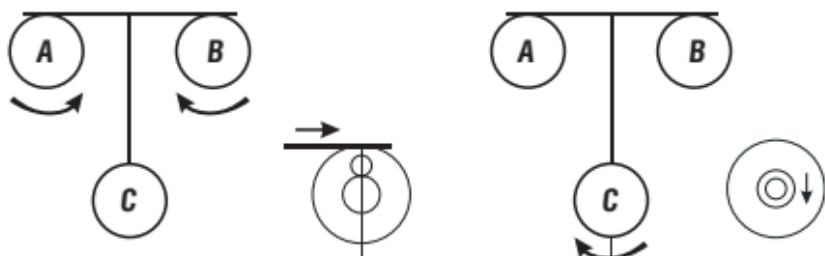

Рисунок 3
- б) Подъемными винтами А, В, С установите пузырек в центр. Одновременным вращением винтов А и В переместите пузырек вправо. Вращением винта С переместите пузырек назад (Рис. 3).